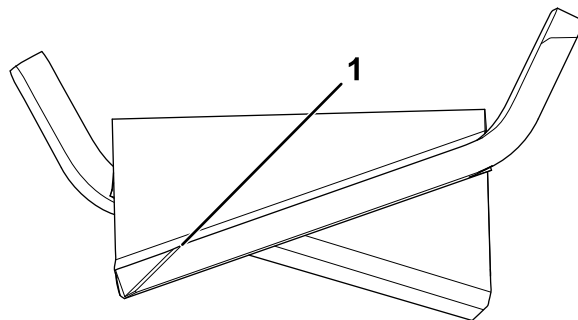

Bild 106
1. Schärfen Sie die Schnittkante an beiden Enden des Messers mit einer Feile oder einem Werkzeug zum Schärfen (Bild 106).
Hinweis: Wenn das Messer nicht ausgewuchtet ist, feilen Sie etwas Metall vom schweren Ende des Messers im Flügelbereich ab (Bild 106).